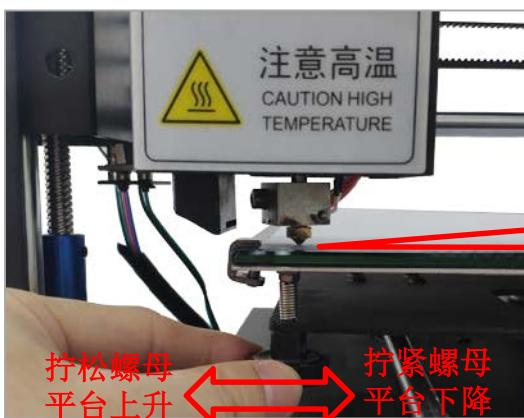
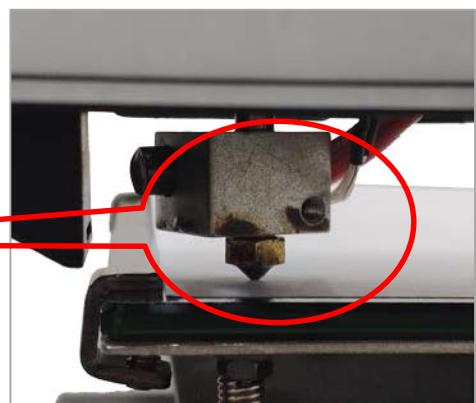

图 10
图 11
**第四步：**调节平台底下调平螺母（**图 10 所示顺时针方向拧松螺母，此时平台上升，逆时针方向拧紧螺母，则平台下降。**），使喷嘴底部距离平台一张纸的距离（0.1-0.2mm），喷嘴与A4纸刚好接触，移动A4纸有摩擦阻力又能顺利移动即可（如图11所示）。